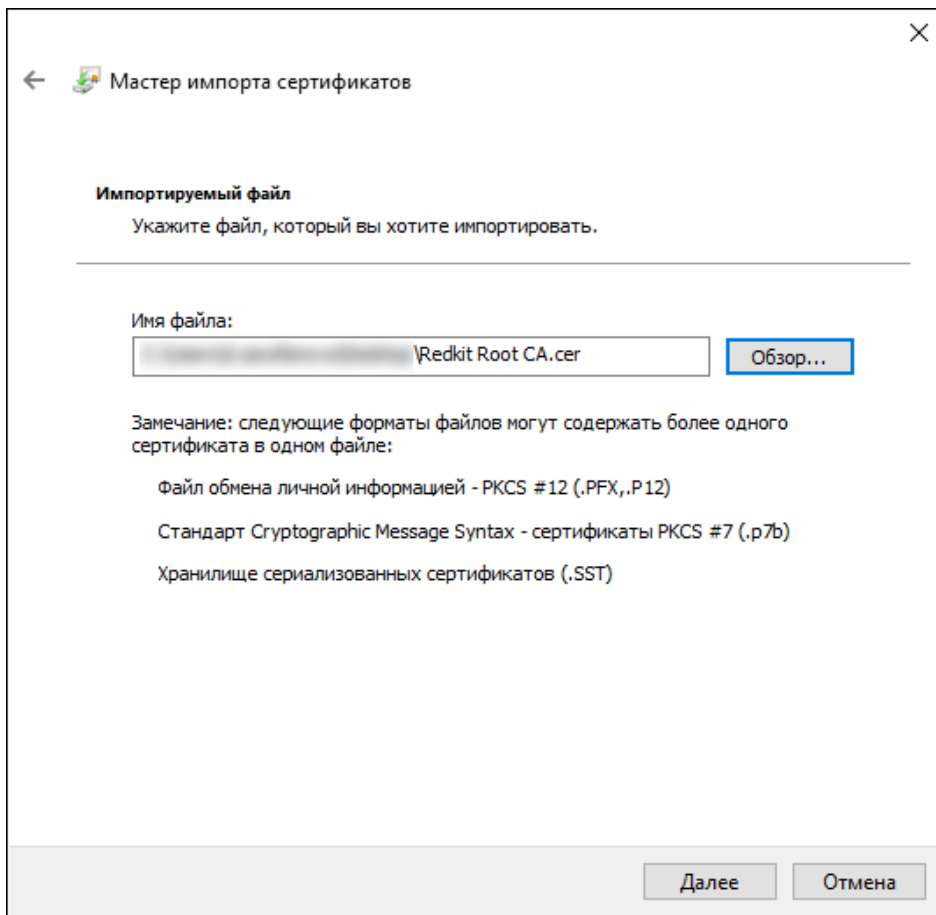

Рисунок 530 - Импортируемый файл
14. Загрузите файл из п.7 и нажмите **Далее** (Рисунок 530).